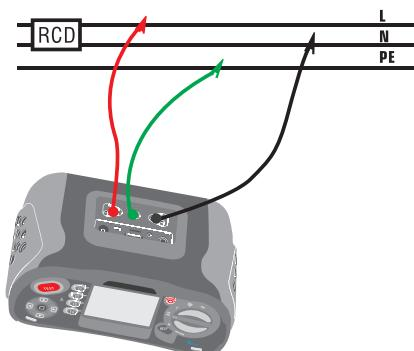

Abbildung 15 RCD Mess- und Testleiteranschluss
- Messleitungen gemäß Abbildung 15 anschließen
- 4- Messleitungen wie in Bild 15 dargestellt anschließen